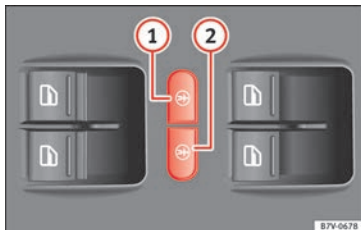

Abb. 135 In der Fahrertür: Tasten für die elektrische Kindersicherung.
Die elektrische Kindersicherung verhindert das Öffnen der Schiebetüren und der elektrischen Fensterheber in den Schiebetüren von innen, damit z. B. Kinder während der Fahrt nicht versehentlich eine Tür öffnen. Die linke Taste » **Abb. 135** **①** bzw. die rechte Taste **②** schaltet die Kindersicherung hinten links bzw. rechts ein.
Einschalten:	Taste » Abb. 135 ① oder ② drücken.